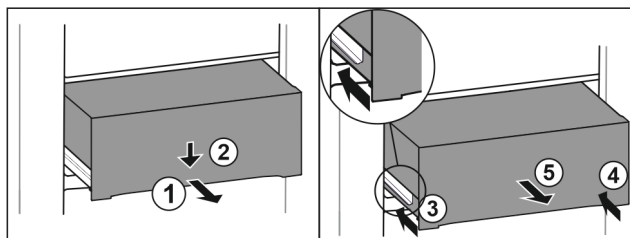

Fig. 103
- Izvucite ladicu na pola. *Fig. 103 (1)*
- Pritisnite ladicu naprijed prema dolje. *Fig. 103 (2)*
- Gurnite lijevu vodilicu za oko 2 cm. *Fig. 103 (3)*
- Gurnite desnu vodilicu za oko 2 cm. *Fig. 103 (4)*
- Izvadite ladicu prema naprijed. *Fig. 103 (5)*